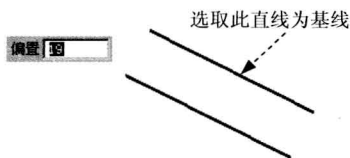

图 2.8.19 直线的偏置（一）
Step 5 单击中键，结束派生直线的创建，结果如图 2.8.19 所示。